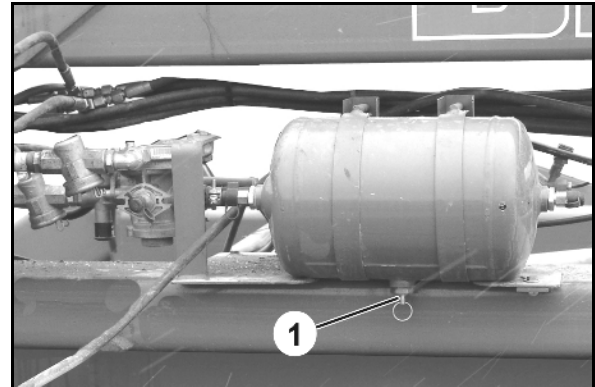

Fig. 82
3. Træk tømmeventilen (Fig. 82/1) til siden i ringen, indtil der ikke kommer mere vand ud af trykluftbeholderen.
Trykluftbeholderen (Fig. 82/1) må